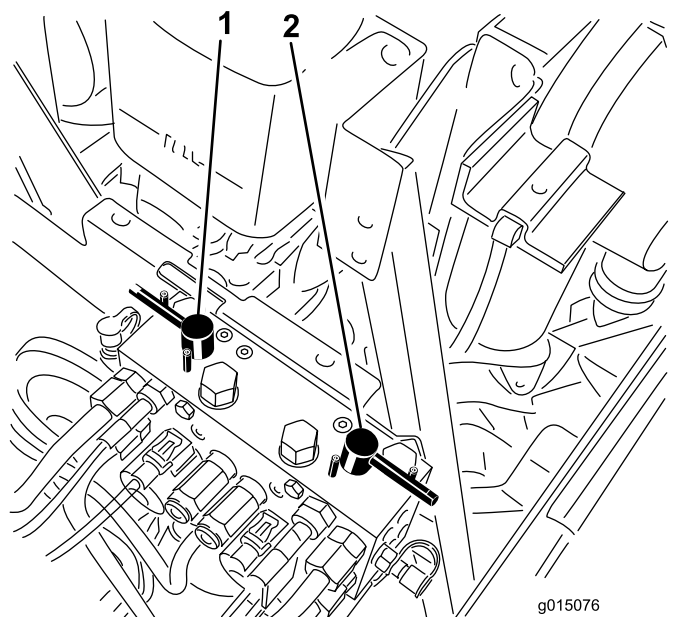

Рисунок 83
4. Выберите передний, задний или оба рычага обратного вращения, чтобы определить, заточку каких режущих блоков необходимо произвести (**Рисунок 83**).